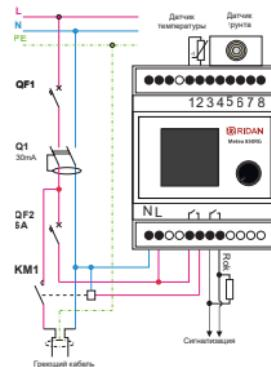

Рис. 11. Схема подключения терморегулятора Ридан Meteo 850RG при максимальном токе нагрузки греющего кабеля больше 10 А
Выходное реле терморегулятора подключать **только** к катушке контактора (согласно схеме, на рис. 11)
**Вариант 2 (внешняя система):** подключить контакты аварийного реле к входу внешней системы сигнализации (согласно схеме на рис. 11).